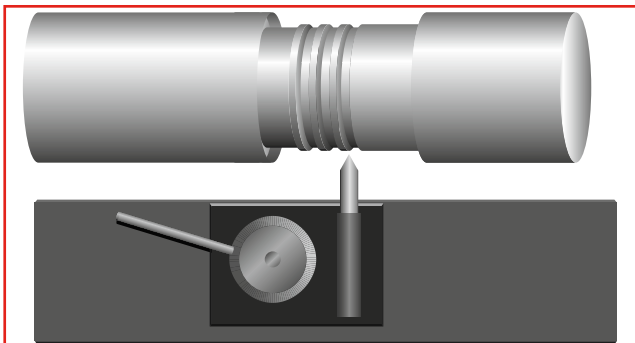

Figura 16. Haga rugosa la superficie de la flecha para una mejor adhesión.
**2. Termine el desvaste** con un acabado rugoso o un perfil roscado, entre mayor sea el diámetro de la flecha, mayor tendrá que ser la profundidad de las roscas. Desengrase minuciosamente. (Vea la figura 16).